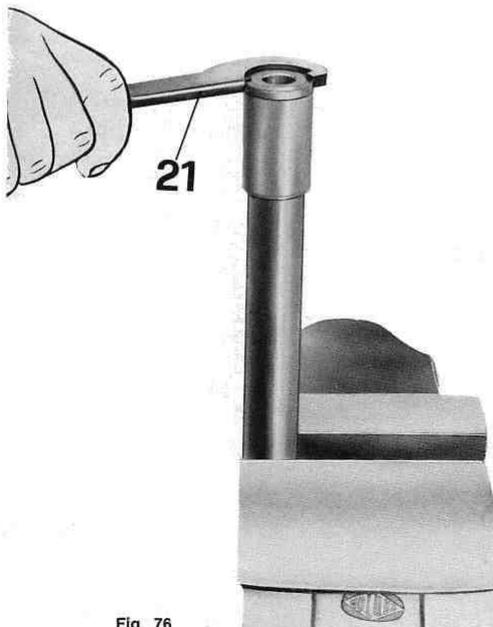

Fig. 76
— il braccio di forza e dal braccio la ghiera, la rosetta di sicurezza e la boccola inferiore a mezzo apposita chiave n. 24903125 (21 di fig. 76).
- la ghiera tenuta boccola a mezzo chiave speciale n. 24903125 (21 di fig. 76);